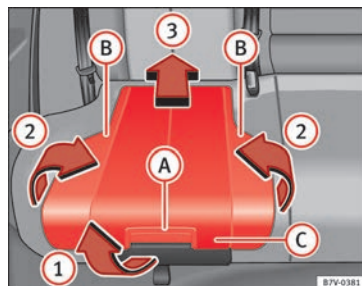

Fig. 93 Asiento integrado para niños: levantar el cojín.
- Tire del cojín hacia delante por la palanca de desbloqueo » » fig. 93 (A) en la dirección de la flecha » » fig. 93 (1).
- Pliegue hacia arriba ambos lados » » fig. 93 (B), en el sentido de la flecha » » fig. 93 (2).
- Empuje hacia atrás el cojín » » fig. 93 (C) en la dirección de la flecha » » fig. 93 (3) hasta que se encastre.